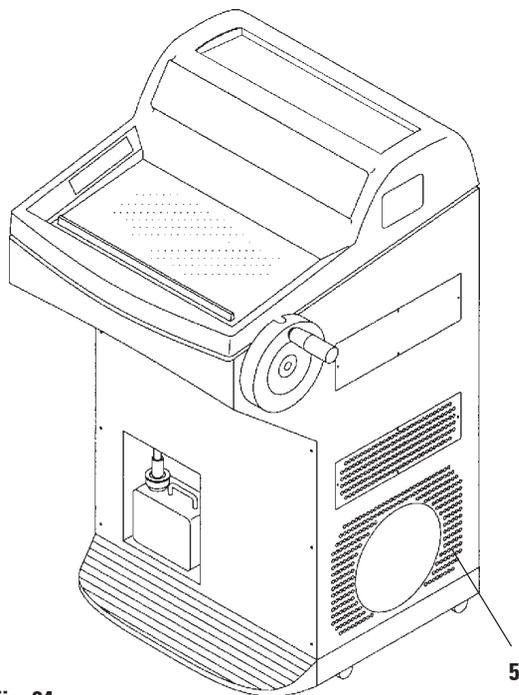

Fig. 24
- Si las rejillas de ventilación del compresor están visiblemente ensuciadas (polvo, etc.), limpiar las rejillas (5 Fig. 24) situadas abajo en la pared derecha de la carcasa. Para la limpieza, utilizar un pincel, una escoba o un aspirador de polvo; realizar los movimientos de limpieza en dirección de las rejillas.